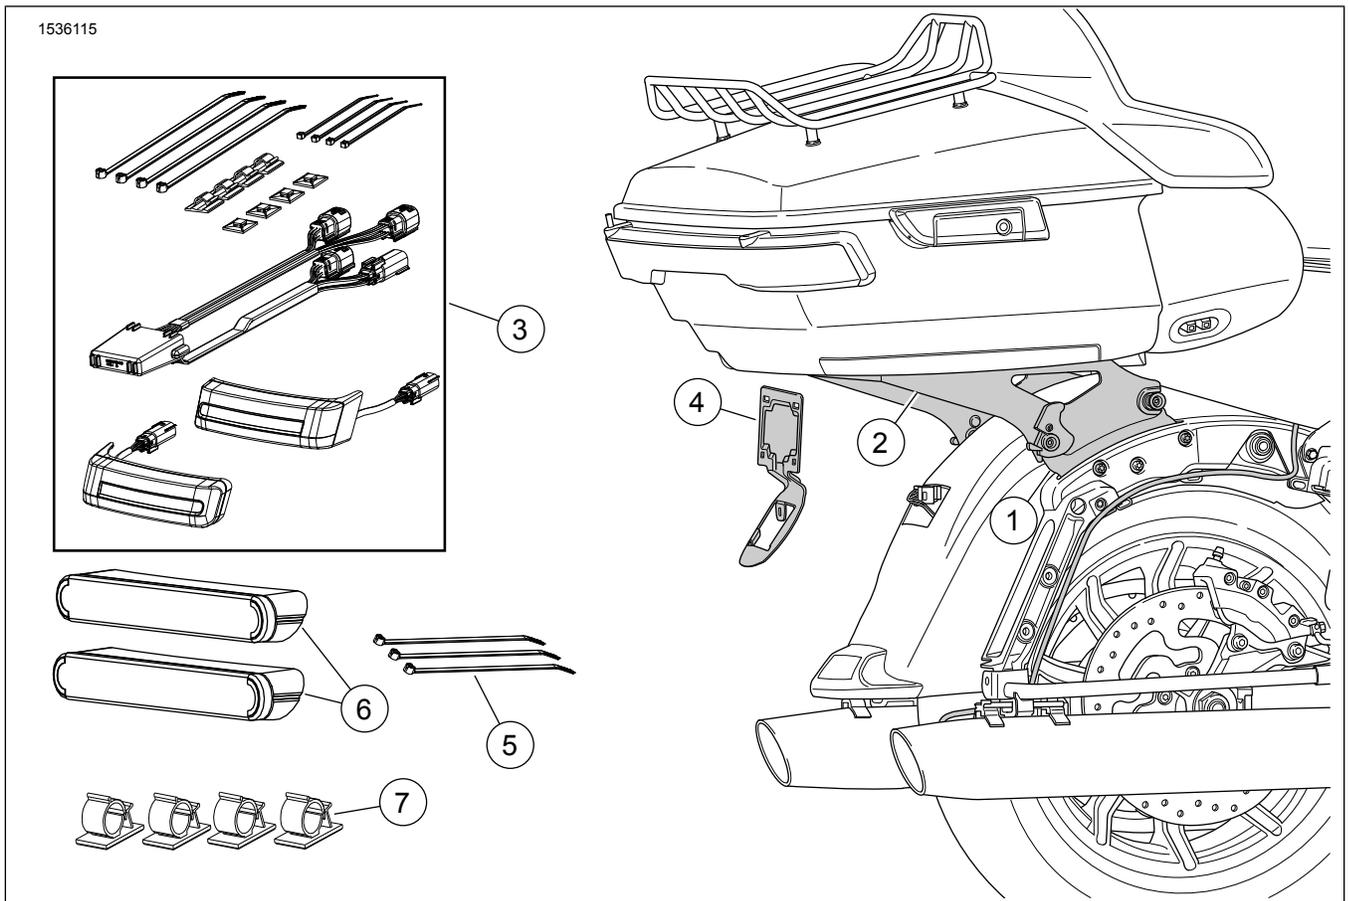
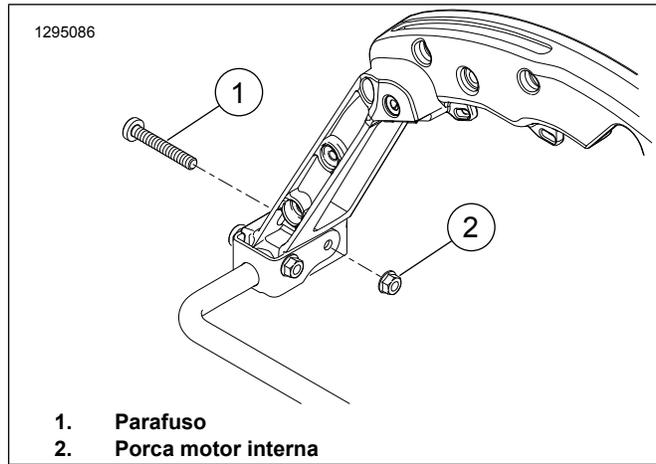
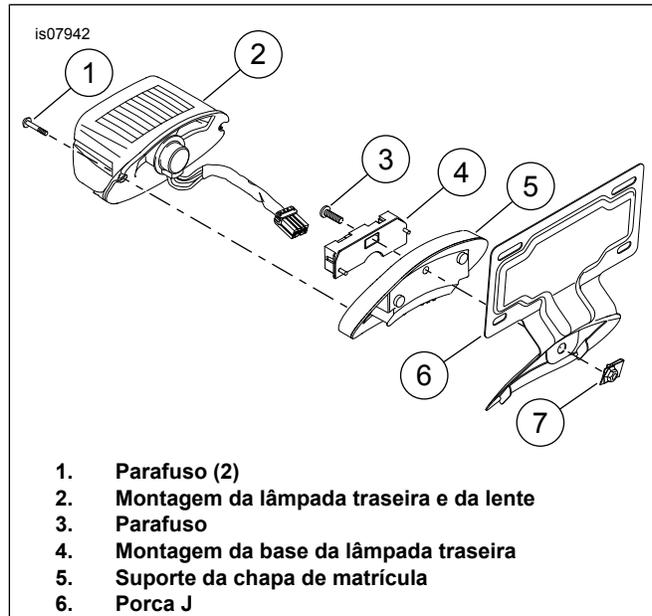

Figura 1. Conteúdo do kit: Suporte de montagem Tour-Pak destacável
Figura 6. Remoção do parafuso OE
Figura 7. Instale o suporte de placa de matrícula.
7. Ver Figura 7 . Retire a lâmpada traseira e a base da lâmpada da cauda.
- a. Retire os parafusos (1).
- b. Desligue e retire a lâmpada traseira e a montagem da lente (2).
- c. Observe os locais de conector na base da lâmpada traseira (4) para facilitar a instalação.
- e. Remova o parafuso (3) e a base da lâmpada traseira.
9. Ver Figura 6. Remover a porca do lado direito (2). Elimine o parafuso (1).
1. Ver Figura 1 . Instalar o kit de encaixe de hardware (1) conforme as instruções **nesse** kit.
2. Instalar o Kit de lâmpada LED para andar/travar/voltar do alforje (3) conforme as instruções **nesse** kit.
3. Ver Figura 7 . Instale o suporte de placa.
- a. Instale o suporte de placa (5) no para-choques.
- c. Instale a base da lâmpada traseira sobre suporte de placa de matrícula. Fixar com parafusos (3).
- e. Conecte a montagem da lâmpada de cauda e a lente à base da lâmpada traseira. Instale a lâmpada traseira e montagem de lente à base e fixe com parafusos (1).
Ver Figura 1 . Marque a localização do refletor (12).